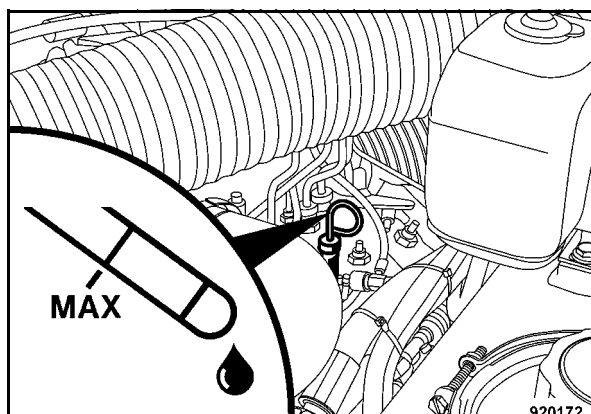

Fig. 110
- Dopo una breve prova di funzionamento controllare di nuovo il livello dell'olio (Fig. 110) eventualmente rabboccare fino al segno di livello Max.